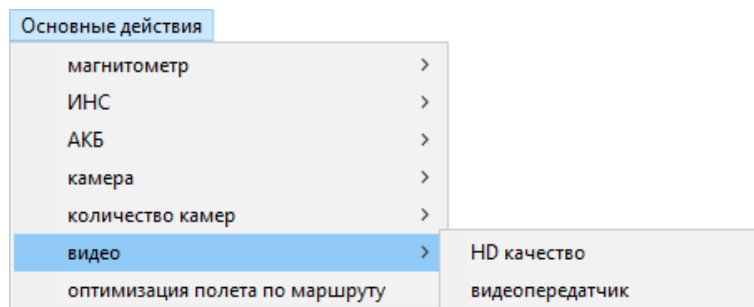

Рисунок 10 – Дополнительное окно «Видео»
5.1.6. При выборе пункта «Видео» открывается дополнительное окно (рисунок 10), содержащее пункты «HD качество», «Видеопередатчик» и «Запись видео с фотоаппарата».